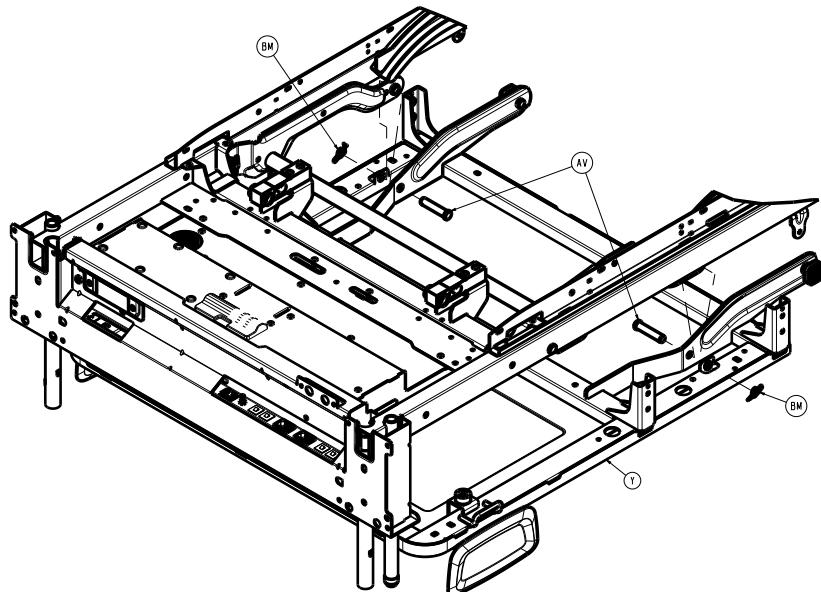

Figure 24 – Retrait du couvercle
19. À l'aide d'une pince à becs fins, retirer la goupille bête du maillon du relève-buste (BM) et l'axe à épaulement (AV) supérieurs du côté gauche (Figure 24). Conserver la goupille bête et l'axe à épaulement.
21. À l'aide d'une pince à becs fins, retirer la goupille bête du maillon du relève-buste (BM) et l'axe à épaulement (AV) supérieurs du côté droit (Figure 24). Conserver la goupille bête et l'axe à épaulement.